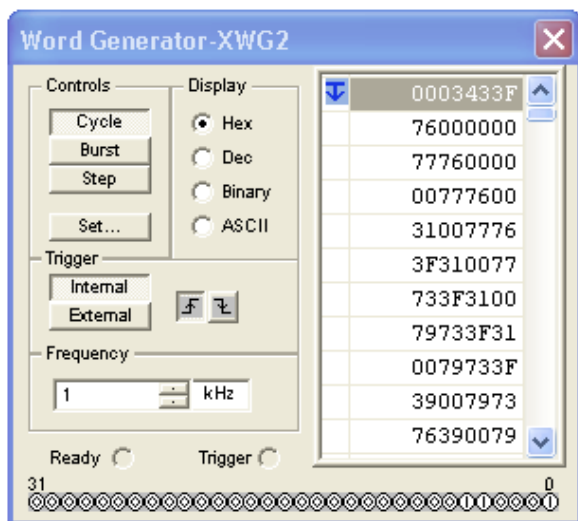

Рис. 77. Лицевая панель генератора слов (Word Generator)
5. После того как схема нарисована, открыть лицевую панель генератора слов (рис. 77), дважды щелкнув по иконке левой клавишей мыши.